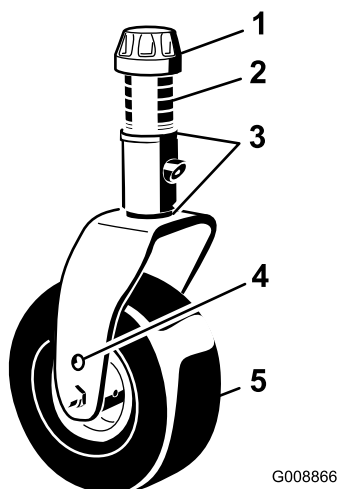

Figura 18
- Retire a tampa de fixação do eixo roscado (Figura 18) e desloque o fuso para fora do braço da roda giratória. Coloque ambos os calços (3 mm) no eixo, tal como se encontravam originalmente. Estes calços são necessários para atingir a mesma altura ao longo de toda a largura das unidades de corte. Desloque um número apropriado de espaçadores de 13 mm (consulte a tabela abaixo) para o eixo para obter a altura de corte desejada; em seguida, desloque a arruela para o eixo.